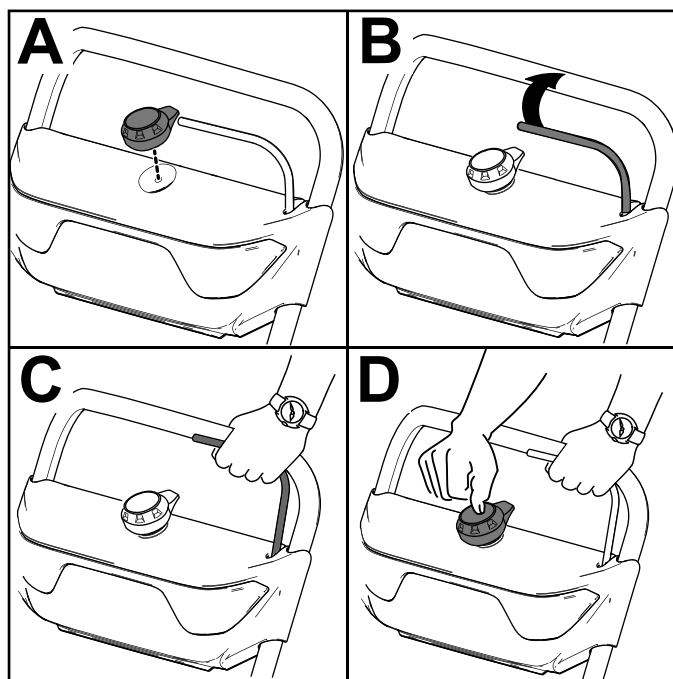

Bild 10
2. Stecken Sie den elektrischen Startknopf in den Elektrostarter ein (A in Bild 10).
3. Drücken Sie den Bügel nach unten und halten Sie ihn am Griff (B und C in Bild 10).
4. Drücken Sie den elektrischen Startknopf, bis der Motor startet (D in Bild 10).